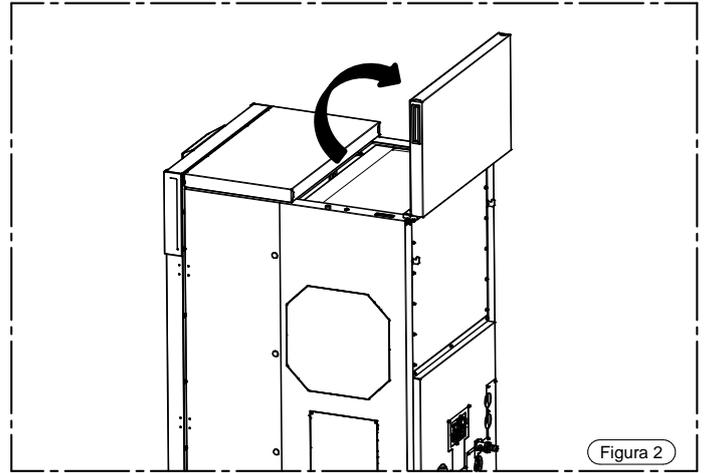
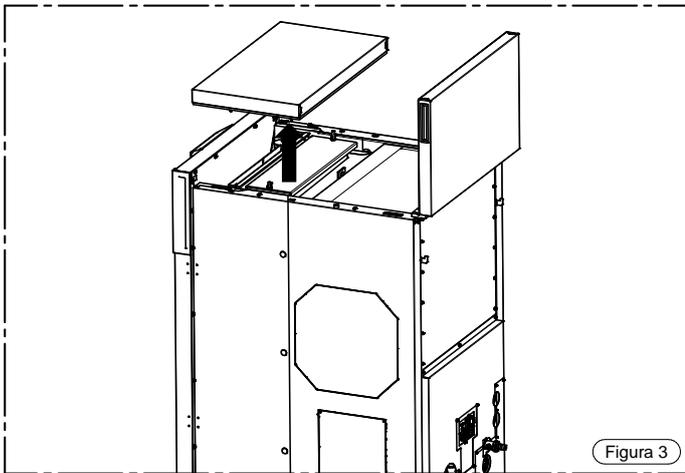

Figura 2
Figura 3
- Abra la tapa del depósito (figura 2) y quite la tapa superior, tirando hacia arriba (figura 3).